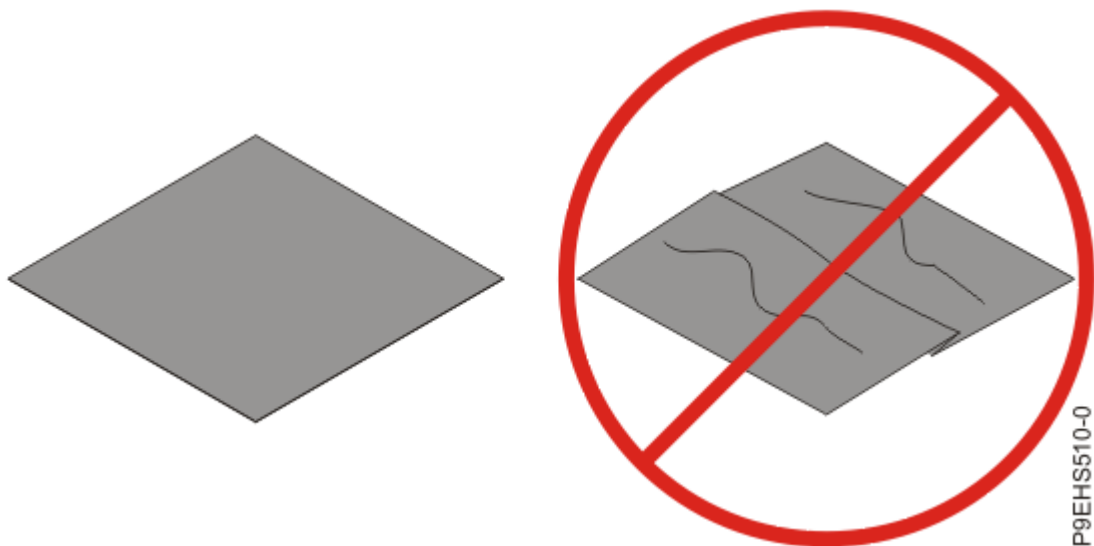

Figura 156. Inspección del material de interfaz térmica
6. Revise el material de interfaz térmica (TIM) por si existen signos visibles de daños, como se muestra en la Figura 156 en la página 174. Si detecta pliegues, arrugas o rasgaduras, o si tiene dudas sobre el TIM, sustitúyalo.